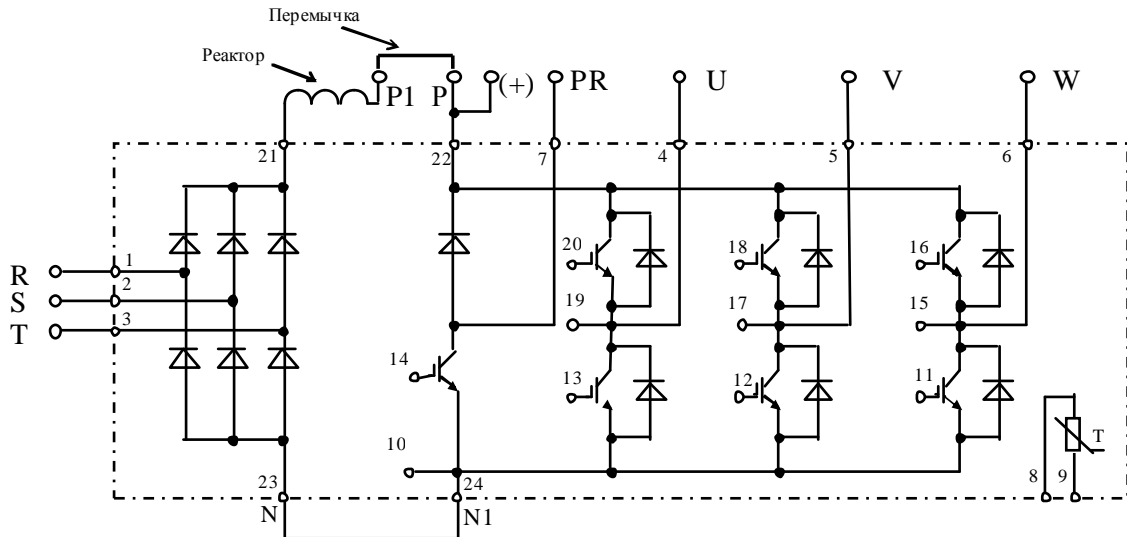

Рис. 4.4. Принципиальная схема матрицы IGBT FP75R12KE3
4.7.2. Электрическая принципиальная схема матрицы FP75R12KE3 приведена на рис.4.4 (на схеме также показаны внешние силовые клеммы ПЧ).